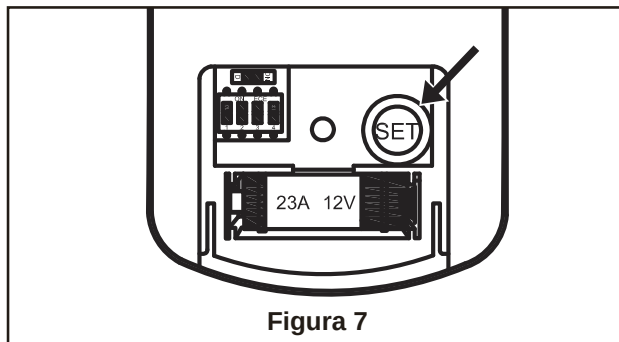

Figura 7
- ☐ 9. Si ha encontrado un problema durante el proceso de configuración, puede seguir el siguiente procedimiento para limpiar el código de memoria de su mando a distancia: (Figura 7)